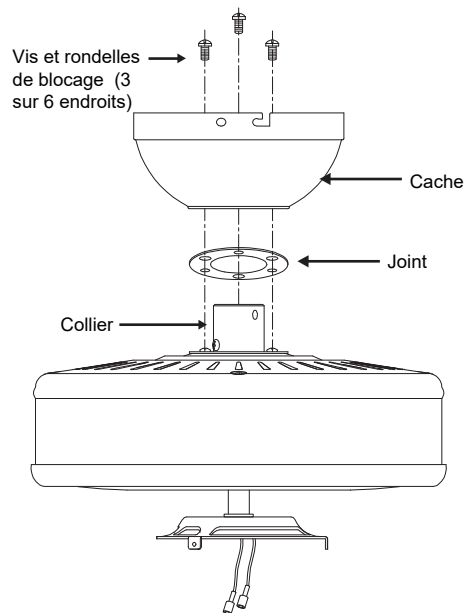

Fig. 8
Étape 3. Retirez trois des six vis et rondelles de blocage (une vis/rondelle sur deux) du collier situé sur le dessus du moteur (**Fig. 8**)
Étape 4. Placez le cache du plafond et le joint sur le collier en haut du moteur. Alignez les trous de montage avec les trous du moteur et fixez-les à l'aide des vis et des rondelles de blocage fournies (**Fig. 8**).
Étape 5. Serrez fermement les vis de fixation (**Fig. 8**).